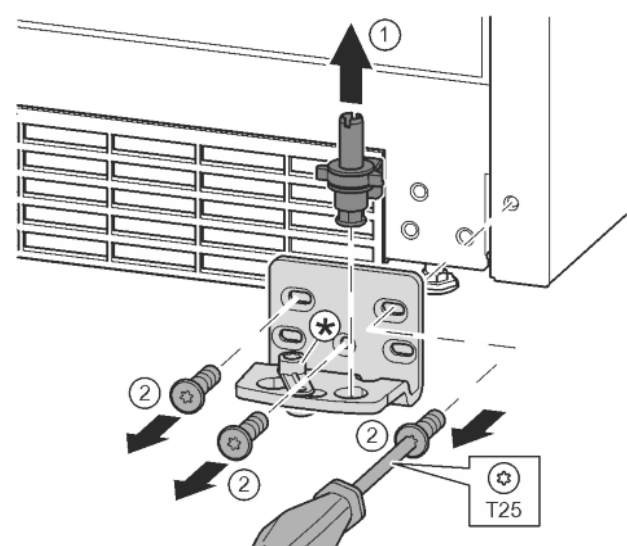

Fig. 15
- ▶ Lagerbouten compleet vanaf de bovenkant eruit trekken. Fig. 15 (1)
- ▶ Schroeven met schroevendraaier T25 eruit draaien en lagerbus eraf halen. Fig. 15 (2)